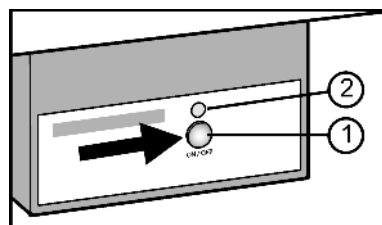

Fig. 29
- ▶ Appuyer sur la touche On/Off Fig. 29 (1) afin que la DEL Fig. 29 (2) s'allume.